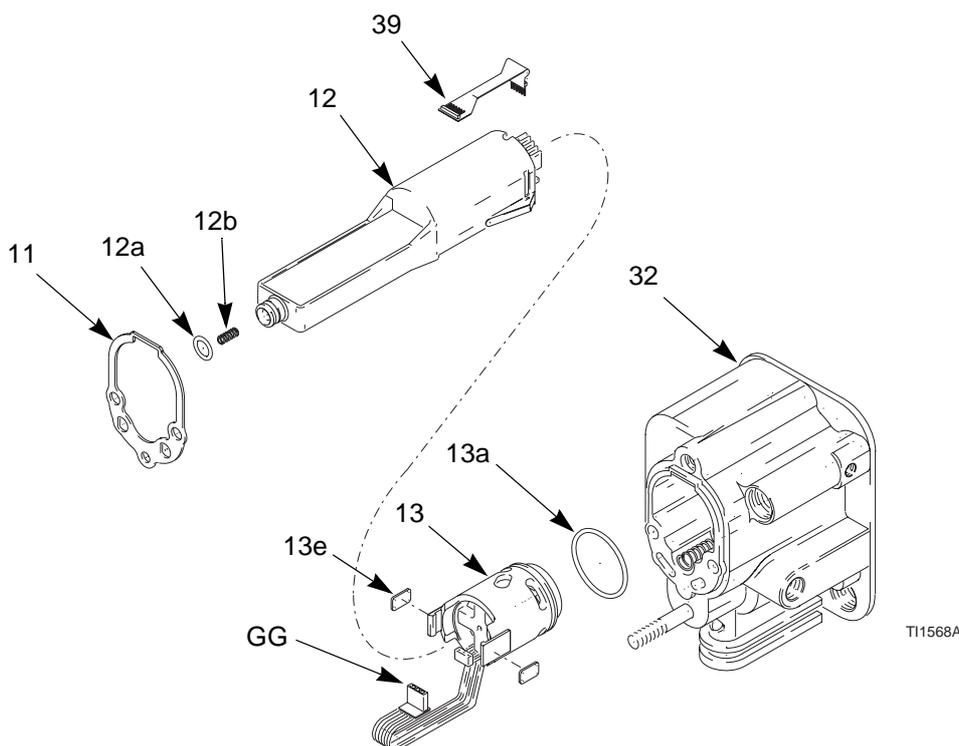

Fig. 31. Alimentation électrique
3. Saisir le générateur (12) à la main. Dégager l'ensemble générateur/alternateur du corps du pistolet (32) par un mouvement oscillant de côté, puis l'extraire avec précaution. Débrancher le circuit électrique flexible (39) de la prise située sur le dessus du corps (32). Voir Fig. 31.
4. Débrancher le connecteur 3 fils (GG) du générateur. Faire coulisser l'alternateur vers le haut et le sortir du générateur. Examiner l'état du générateur et de l'alternateur. Débrancher le circuit électrique flexible à 6 broches (39) du générateur.